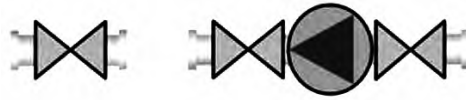

Рис.2. Побудова вентиля (зліва) та насоса (справа) на мнемонічній схемі у середовищі *myDesigner*
**Побудова вентиля.** Використовується графічний об'єкт вентиль, *Valve*, з панелі стандартних компонентів. Щоб конструкція була повною необхідно додати елементи: труба та фланці (рис. 2, лівий).
**Побудова насоса.** Використовується графічний об'єкт насос, *Pump*, з панелі стандартних компонентів. Для об'єкта застосовуються елементи: труба, фланці та вентилі (рис. 2, правий).